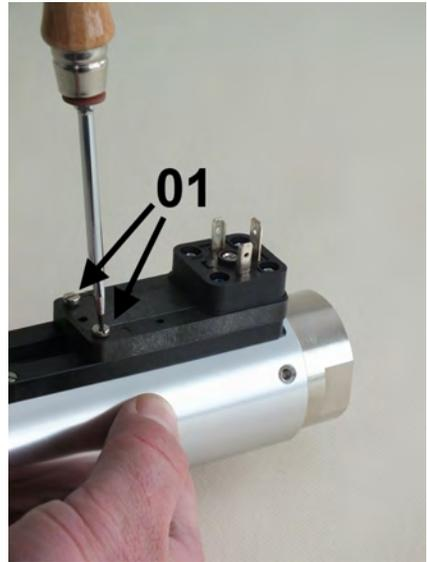

Abb. 54: Feststellschrauben lösen
3. ➤ Feststellschrauben (Abb. 54/01) des Schaltkontaktes mit einem Schlitzschraubendreher so weit lösen, dass es sich frei verschieben lässt
11. ➤ Feststellschrauben (Abb. 54/01) wieder anziehen, dabei Schrauben-Anziehdrehmoment einhalten (☞ Kapitel 11.1 „Schrauben-Anziehdrehmomente“ auf Seite 77)